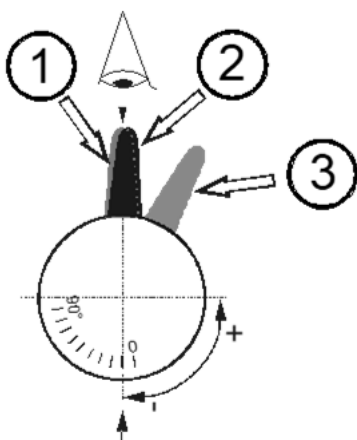
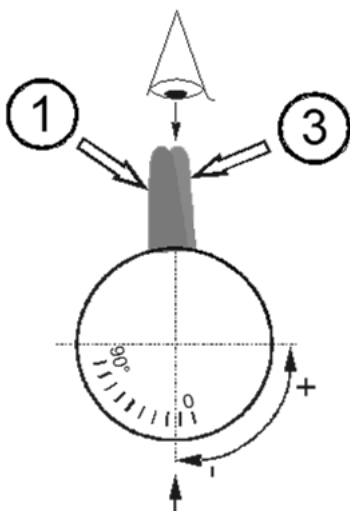

Abb. 6: Luftklappenantrieb Stufe 1
Abb. 10: Gasdruckverstellung
Legende zu Abb. 6-Abb. 10:
Der schwarze Nocken ② zur Ansteuerung der Gasklappenverstellung ist, wie in Abb. 6 dargestellt, knapp rechts vom blauen zu positionieren.